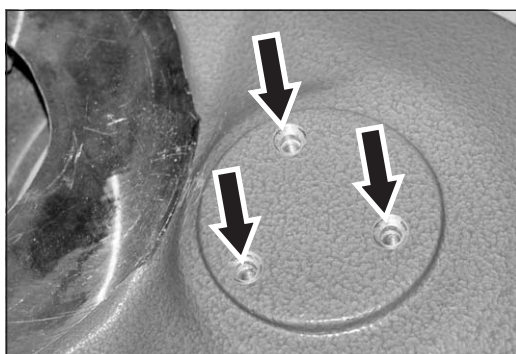

Abb. 43 Die Bohrungen im Vorsatz müssen zu den Gewindestiften des kompletten Schleiftellers fluchten!
- 3** Setzen Sie den kompletten Schleifteller mit dem Keilriemen in den Vorsatz ein (Abb. 42). Beachten Sie dabei, dass das Lochbild des kompletten Schleiftellers zum Lochbild des Vorsatzes fluchtet (Abb. 43)!